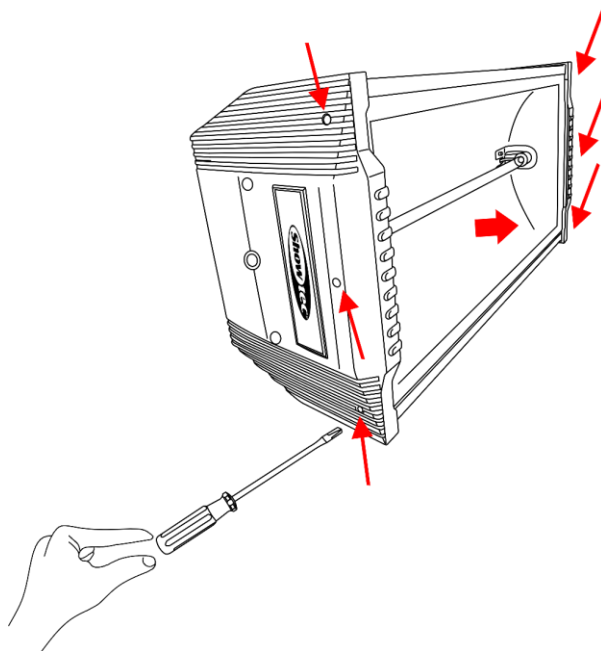

Fig. 04
- 03) Svitare le 3 viti sulla parte superiore su entrambi i lati (Fig.04).
- 04) Togliere i 2 pannelli sulla parte superiore (Fig.04).
- 05) Togliere il coperchio in vetro (Fig.04).